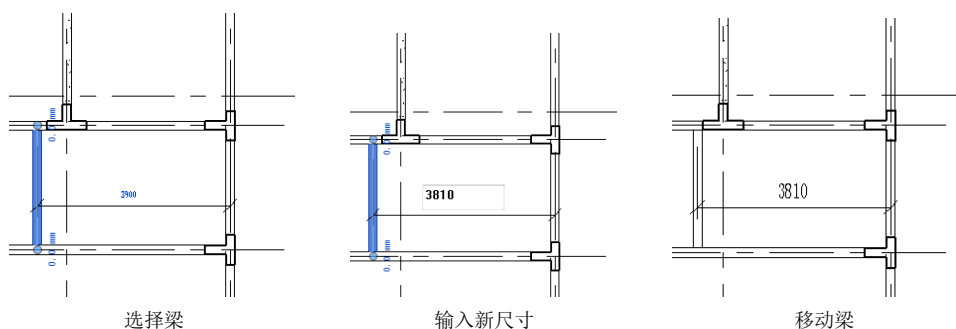
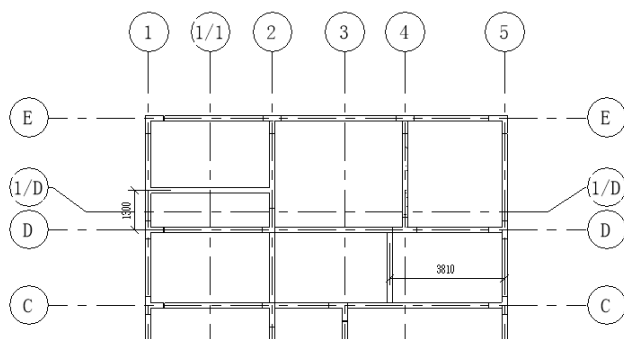

图 6-43 调整梁位置
图 6-44 调整“180×500mm”梁位置
(9) 选择梁，尺寸处于编辑状态，双击尺寸值，输入新的尺寸值，调整梁的位置，如图6-43所示。采用相同的方法，调整另一个“180×500mm”梁的位置，结果如图6-44所示。